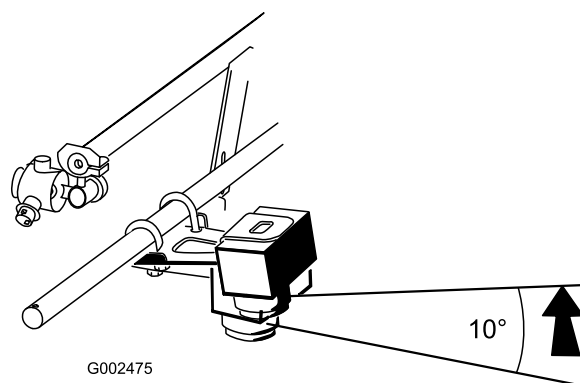

Figure 6
5. Pivotez le capteur pour le placer à environ 10 degrés d'un plan parallèle au sol, puis serrez les contre-écrous sur les étriers filetés pour fixer le capteur (Figure 6).